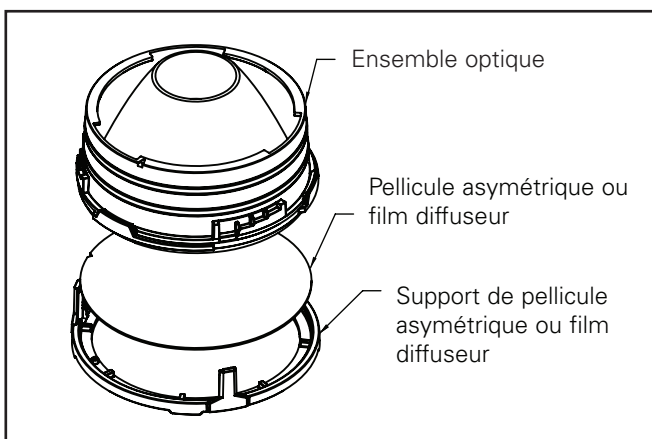

Figure 18.
6. Pour installer la pellicule asymétrique ou film diffuseur, suivez les étapes 1 à 5 de la configuration asymétrique. (Figure 18 et 21)